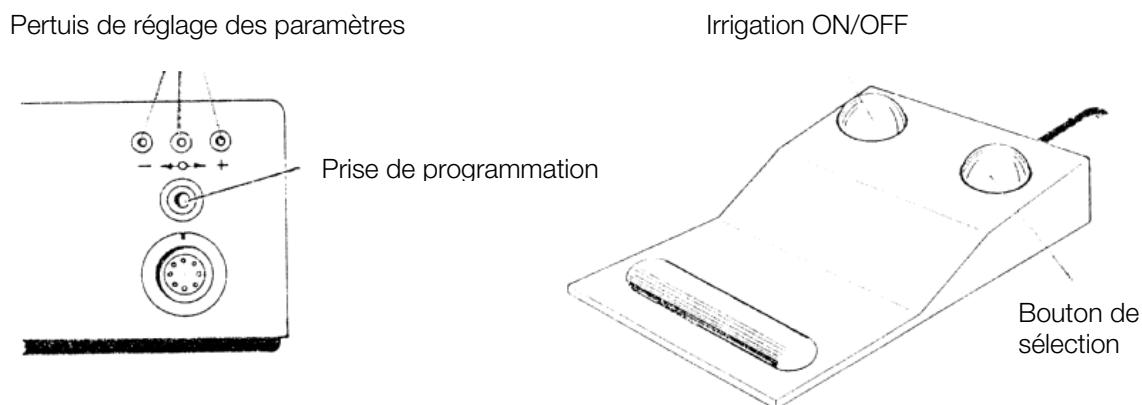

Fig. 9 + 10
1. Insérer la clé système correspondant à l'implant utilisé dans la prise de programmation - voir Fig. 9 – et choisir le niveau à modifier par l'intermédiaire du bouton de sélection de la pédale – voir Fig. 10.
2. Se mettre dans la position de réglage en appuyant une fois dans le pertuis du central - voir Fig. 9 – avec la tige d'ajustage. Le curseur (arrière-plan blanc) montre sur l'écran que la vitesse (RPM) peut maintenant être réglée.